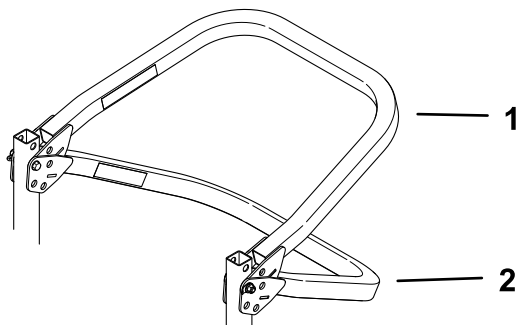

Figure 9
**Remarque:** Il y a 2 niveaux de position abaissée, comme montré à la Figure 9.